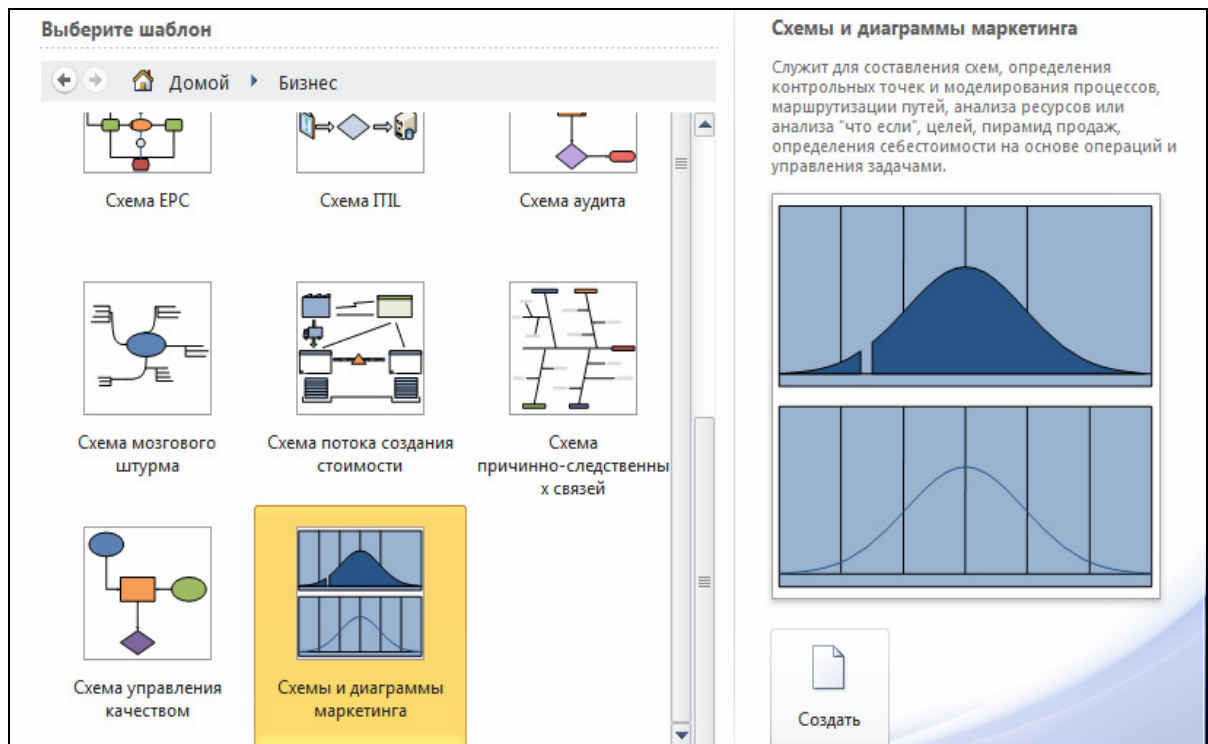

Рис. 1.28. Вибір шаблону на етапі створення документа
2. На етапі вибору шаблону вкажемо категорію шаблонів *Бизнес*, а в ній – оберемо шаблон *Схемы и диаграммы маркетинга* (рис. 1.28).